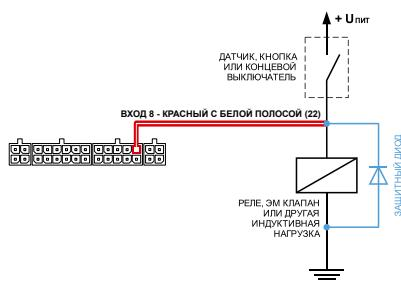

Рис.20. Схема подключения защитного диода
**1. Защитный диод** (Рис. 20) – устанавливается параллельно индуктивной нагрузке. При этом прямой ток защитного диода ( $I_{диода, прямой}$ ) должен быть не менее  $1.5 \cdot I_{удержания\ катушки}$ . Если ток удержания катушки неизвестен или есть сомнения, следует использовать схему включения с защитным реле.